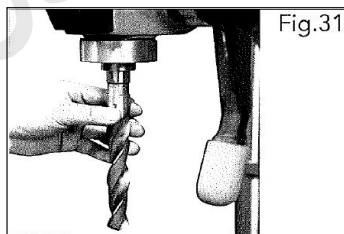

Fig.31
3. Placer tappebor i spindelhullet, drej og skub opad, indtil boret er sunget (fig. 31).